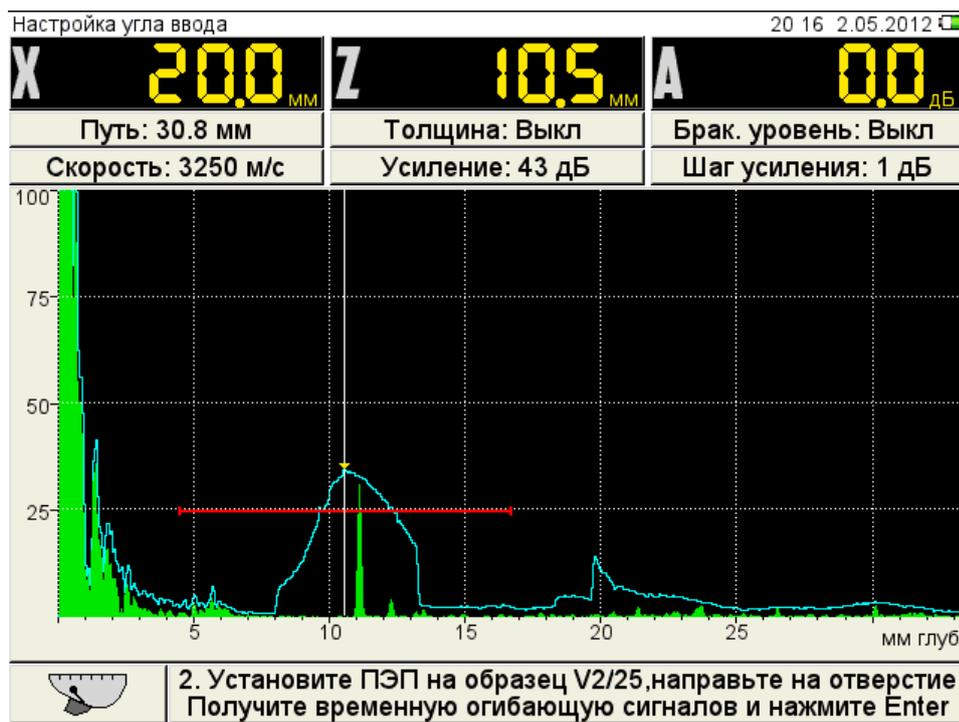

Рисунок 10
- просканировать отверстие в образце (рисунок 10), получить временную огибающую сигналов и нажать клавишу  ;